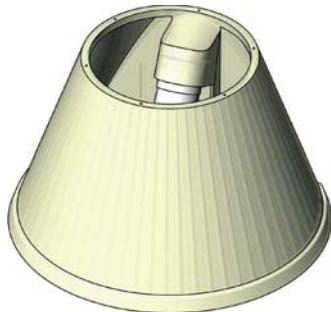

Fig. 1
* Il grado di protezione dichiarato IP 23 è garantito esclusivamente con l'utilizzo della guarnizione A e del passacavo B (fig. 1). Senza di questi l'apparecchio viene declassato a IP20. Questo declassamento è accettabile solo se l'apparecchio non è installato in una sala da bagno.
* Le degré de protection déclaré IP 23 n'est assuré que si la garniture A et le passe-câble B sont utilisés (fig.1). S'ils ne sont pas utilisés l'appareil est déclassé à IP20. Ce déclassement est acceptable seulement si l'appareil n'est pas installé dans une salle de bains.
* The IP 23 protection is ensured only by the use of gasket A and fairlead B (fig.1). Without these elements, the lamp is derated to IP20 protection. This derating can be accepted only if the lamp must not be installed in a bathroom.
* Der IP 23-Schutz ist nur beim Gebrauch der Dichtung A und des Kabeldurchgangs B (Abb.1) eingestanden. Ohne diese Vorrichtungen wird die Lampe herabgesetzt (IP20-Schutz). Diese Herabsetzung kann angenommen werden, nur wenn die Lampe in einer Badezimmer nicht installiert werden muß.